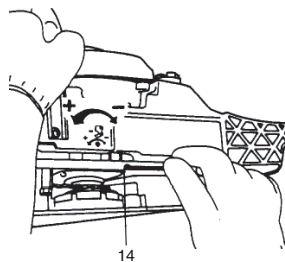

Fig. 9
La cantidad deberá ajustarse de acuerdo con las condiciones de operación. Gire el tornillo (14) de ajuste para aumentar a la izquierda la cantidad y lo gira a la derecha para disminuir la cantidad. (Fig. 9) (la colocación del estándar gira a la izquierda 1-1/2 de levemente sentido)